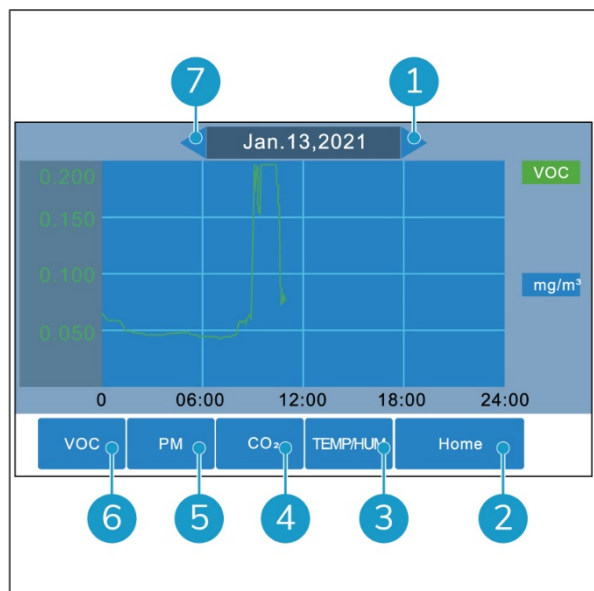

Figure 19
2. L'aperçu de l'historique s'affiche (Figure 19).
4. Utilisez le bouton précédent (Figure 19, position 7) et le bouton suivant (Figure 19, position 1) pour vérifier les lectures des derniers jours. Vous pouvez consulter les données des 5 derniers jours.
5. Utilisez le bouton TEMP/HUM (Figure 19, position 3), le bouton CO₂ (Figure 19, position 4), le bouton PM (Figure 19, position 5) ou le bouton VOC (Figure 19, position 6) pour basculer d'une désignation à une autre.
6. Touchez le bouton Home (Figure 19, position 2) pour revenir à l'écran principal.